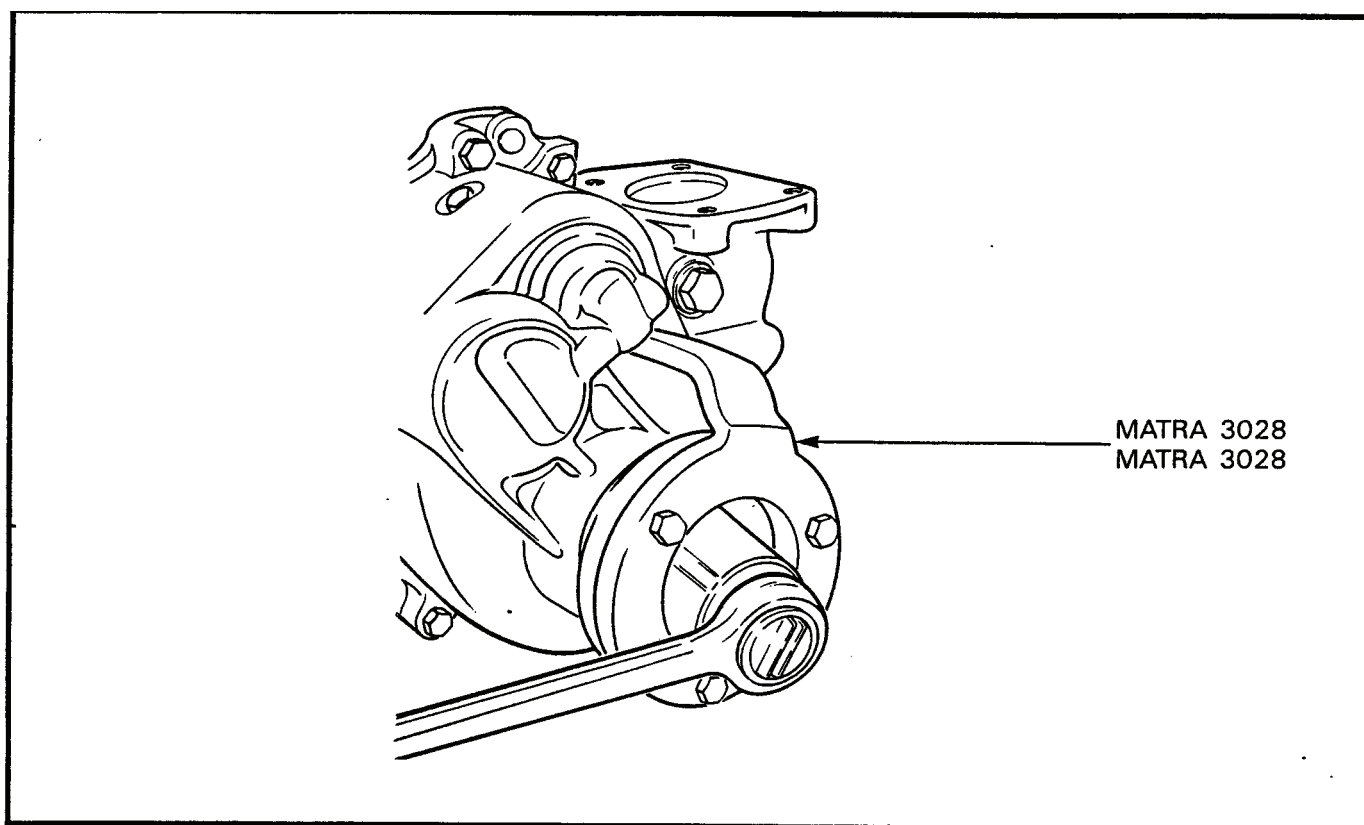

Figure 3-1-9 Removal of Propeller Shaft Drive Flange Securing Nut
- d. Install three cap screws and Matra tool 3028 on the drive flange, see Figure 3-1-9.
- d. Installer trois boulons et l'outil Matra 3028 sur la bride d'entraînement, voir figure 3-1-9.